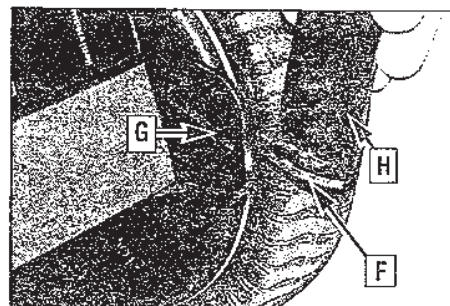
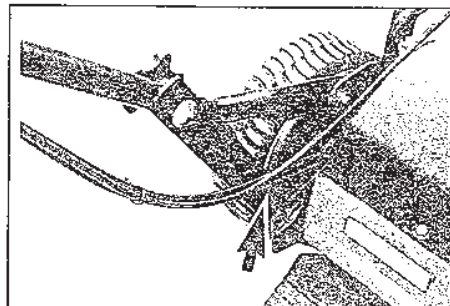

Figure 2-3: Montage du guidon. Montant du guidon droit
Figure 2-4: Câbles passant correctement à l'intérieur du montant du guidon
3. Serrez les deux molettes de réglage du guidon inférieur juste assez pour permettre aux deux montants du guidon (H, Figure 2-3) d'entrer et de sortir facilement.
4. Insérez la patte (F, Figure 2-3) située sur chaque montant du guidon dans la fente (G) située sur chaque côté du capot. Vérifiez que les câbles passent bien à l'intérieur du montant gauche (Figure 2-4).